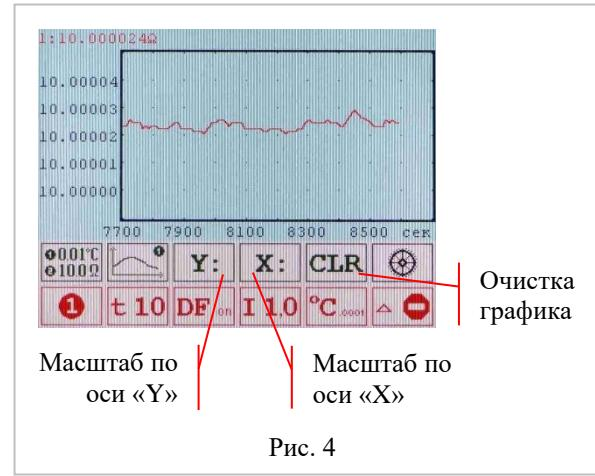

Рис. 4
2.3.4 Нажатие на поле «Графический режим» переключает прибор в графический режим отображения результатов измерений. Рис. 4.